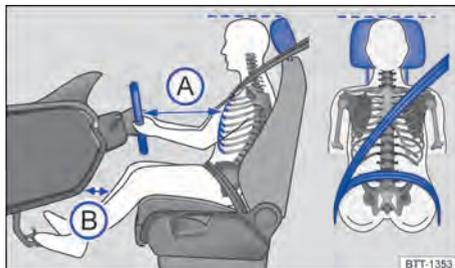

Fig. 21 Distância correta do condutor em relação ao volante, posição correta do caderço do cinto de segurança e ajuste correto do apoio para cabeça.
- Ajustar o banco de modo que a distância entre o volante e o tórax tenha no mínimo 25 cm → Fig. 21 (A) e que o condutor possa segurar o volante pela borda externa com as duas mãos e os braços ligeiramente flexionados.
- Ajustar o banco do condutor na direção longitudinal de modo que os pedais possam ser acionados com as pernas ligeiramente arqueadas e a distância para o painel de instrumentos na área do joelho seja de, no mínimo, 10 cm → Fig. 21 **B**.
- Ajustar o apoio para cabeça de modo que a sua borda superior se encontre preferencialmente na mesma linha da parte superior da cabeça → Fig. 21 – porém não abaixo da altura dos olhos. Posicionar a parte posterior da cabeça o mais perto possível do apoio para cabeça.